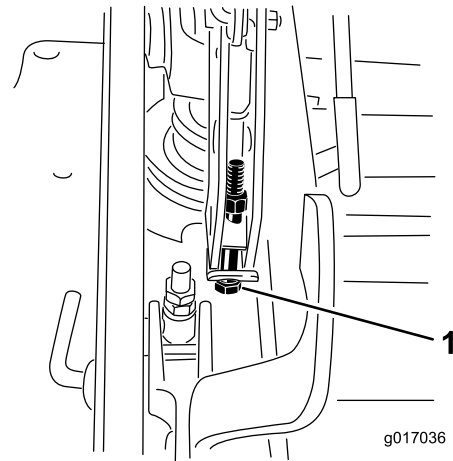

Figura 94
- Si la carcasa está demasiado baja, apriete el perno del ajuste de un solo punto girándolo en sentido horario. Si la carcasa está demasiado alta, afloje el perno del ajuste de un solo punto girándolo en sentido antihorario (Figura 94).
- Apriete los 2 pernos en el borde inferior de la pletina de altura de corte (Figura 94).